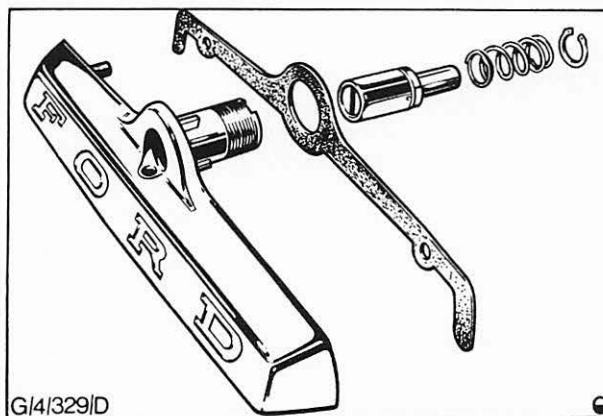

Abb. 60 Rückwandtürgriff außen mit Schließzylinder zerlegt
5. Schließzylinder und Feder in das Gehäuse am Rückwandtürgriff einschieben und mit Sprengring sichern. Abb. 60.